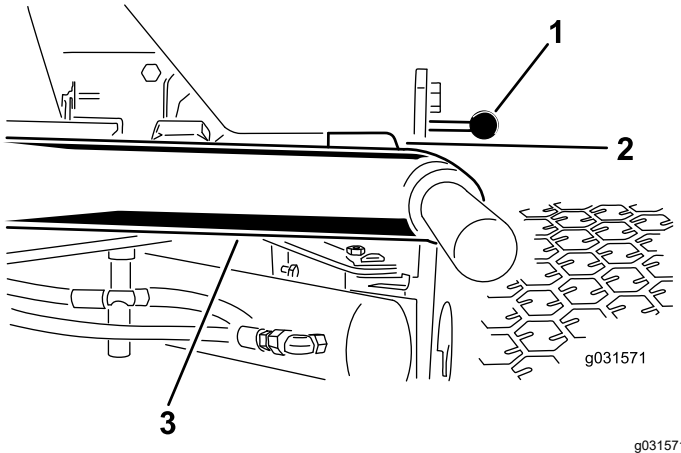

Figure 11
1. Démarrez le moteur, levez les unités de coupe et vérifiez qu'un espace de 5 à 8 mm sépare chaque bras de levage et le support de la plaque de plancher, comme montré à la Figure 11.